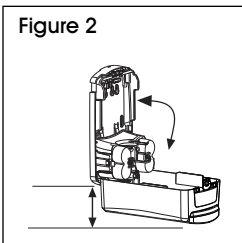

Figure 2
2. Installez le distributeur à au moins 15,2 cm (6 po) au-dessus du comptoir. (Voir Figure 2)